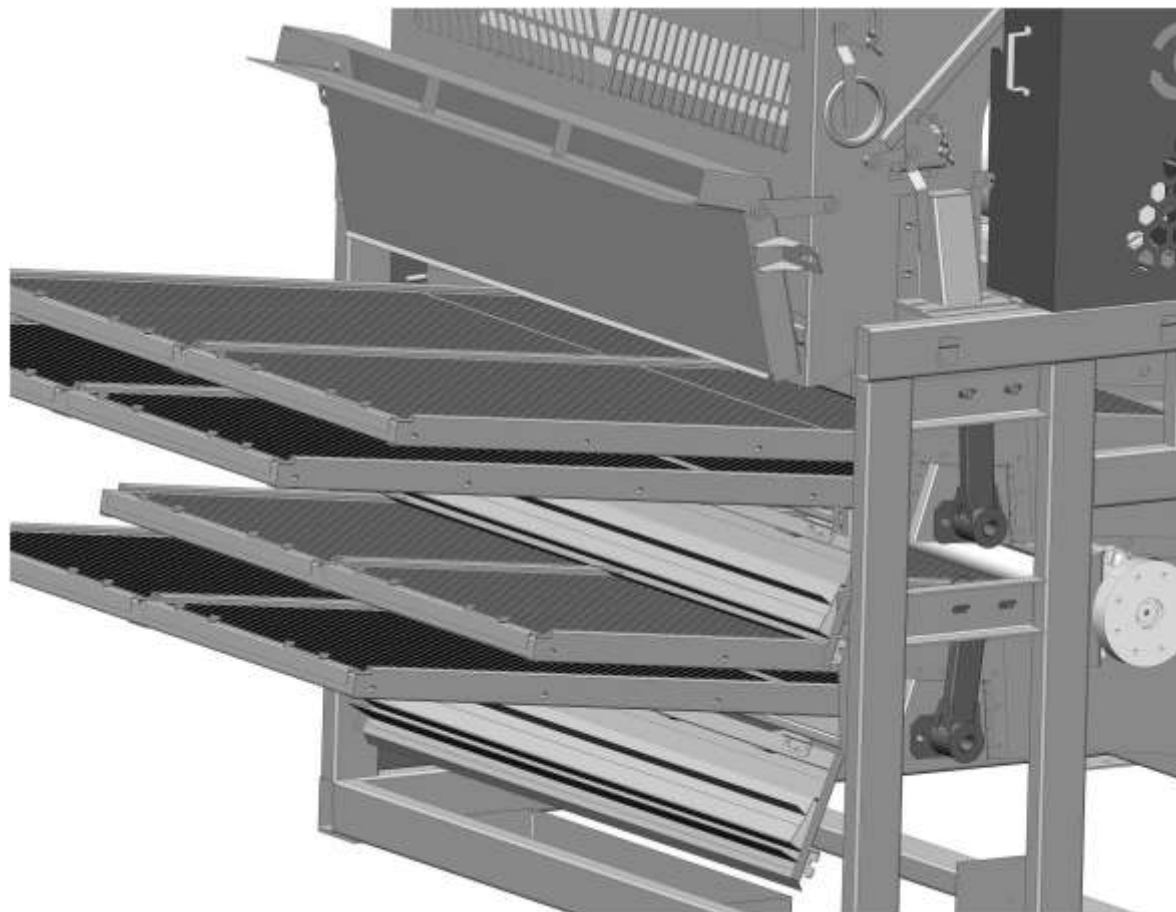

Рис. 6
6. Вытянуть решета из решетных блоков (Рис. 6)